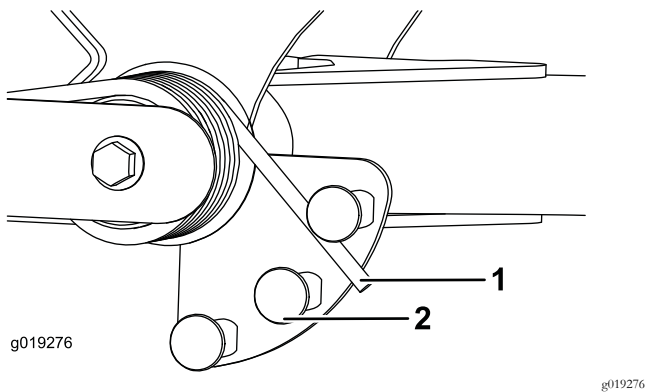

図 37
2. スプリングの長い方の端部にチューブのようなものを取り付けて、スプリングアクチュエータの周囲に巻きつけるようにして希望位置にセットする 図 37。